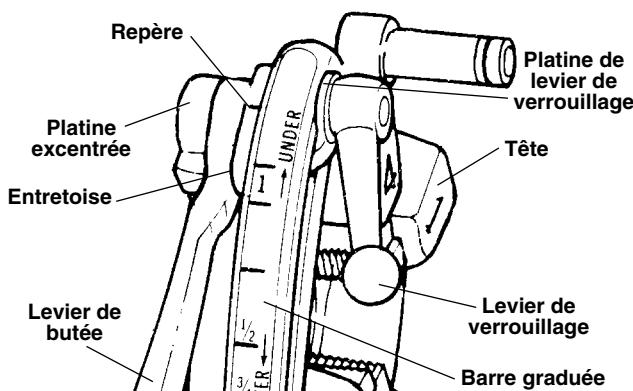

Figure 8 – Tête de filière à ouverture rapide n° 610
La tête de filière à ouverture rapide n° 610 (Figure 8) utilise un jeu de filières pour les filetages de $\frac{1}{2}$ " et $\frac{3}{4}$ " de diamètre, et un autre pour ceux de 1" de diamètre. Il est prévu des filières pour filetages NPT et BSPT.
- Si le filetage est trop grand et que la jauge annulaire ne s'y enfile pas suffisamment loin, réglez la barre graduée de la tête de filière légèrement vers le repère « UNDER » (Figure 8). Si le filetage est trop petit et que la jauge annulaire s'y enfile trop loin, réglez la barre graduée de la tête de filière légèrement vers le repère « OVER » (Figure 8).